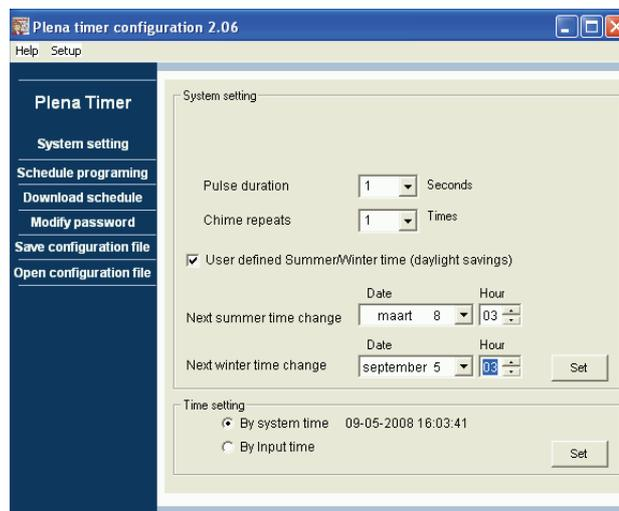

figura 8.13: Finestra "User defined Summer/Winter time"
- Fare clic sul pulsante di opzione "By input time", quindi sul pulsante Set per impostare manualmente l'orologio del Plena Weekly Timer sull'ora richiesta. Compare la seguente finestra (vedere la figura 8.13).